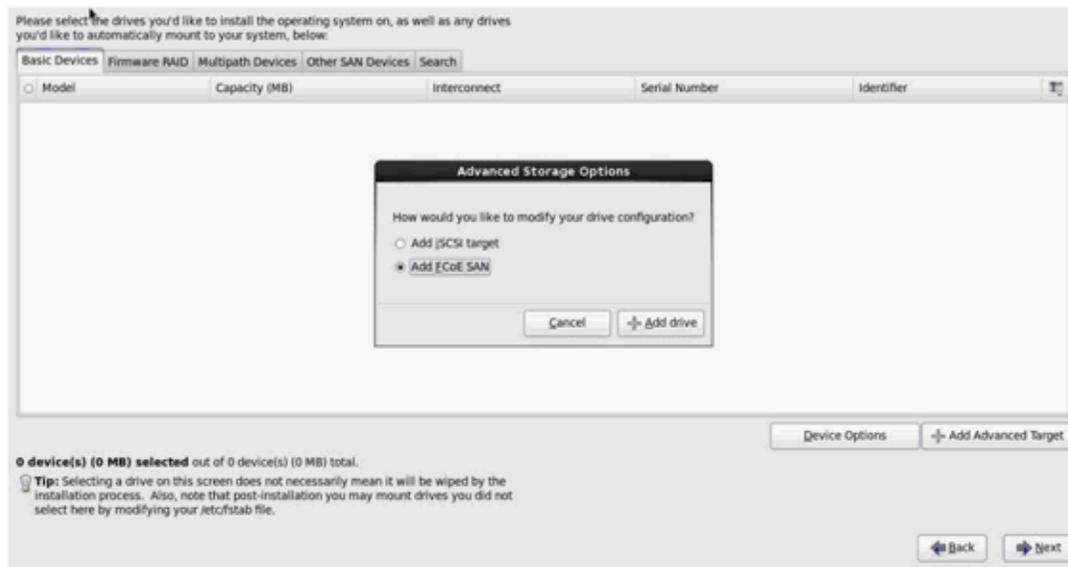

Abbildung 14-26. Hinzufügen eines FCoE SAN-Treibers
6. Wählen Sie **Add FCoE SAN** (FCoE SAN hinzufügen) aus und klicken Sie anschließend auf **Add drive** (Laufwerk hinzufügen) (Abbildung 14-26).